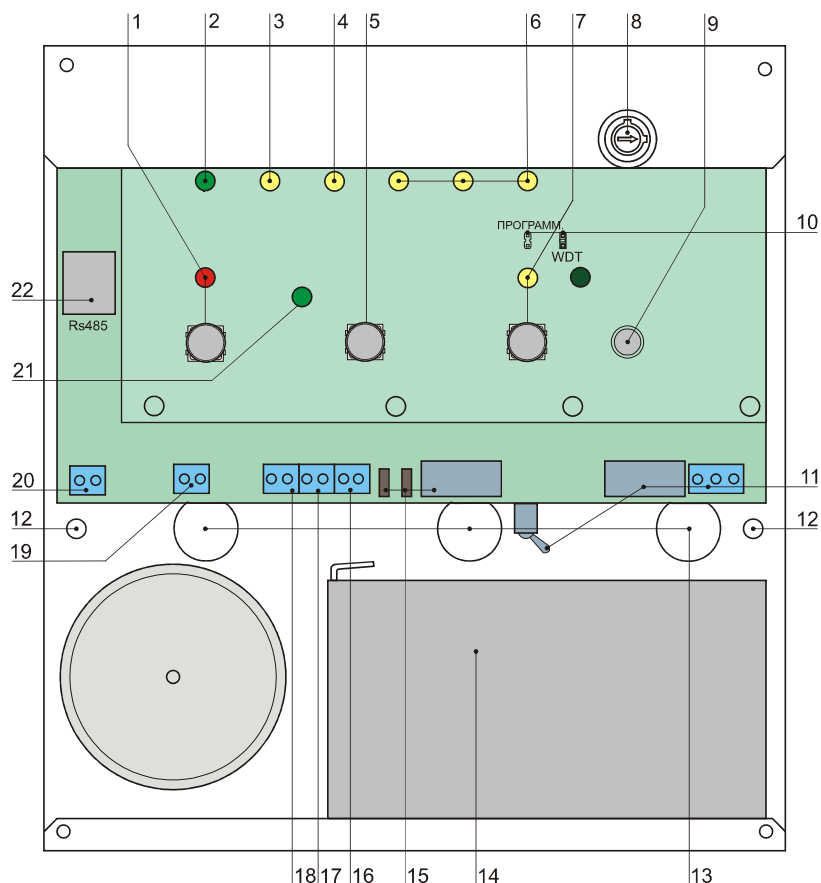
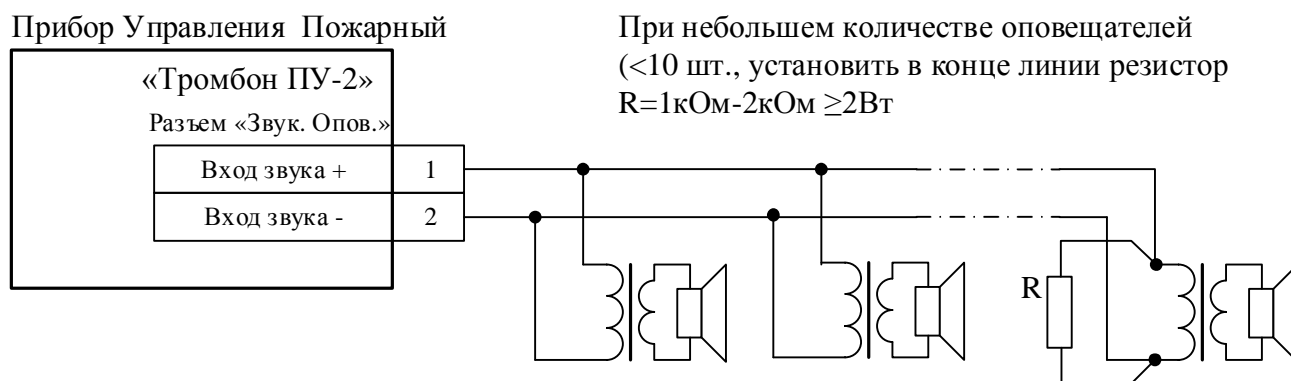

Рис. 2. Вид на прибор Тромбон ПУ-2 со снятой крышкой
Рис. 8. Схема подключения речевых оповещателей к прибору Тромбон ПУ-2.
5.3. Подключить к Прибору линию связи с ППКП (прибором приемным контрольным пожарным). Для подключения к ППКП у прибора Тромбон ПУ-2 имеется специальный вход «Пожар» (Рис. 2 поз. 18). Этот вход может быть подключен как к релейному выходу ППКП, так и к выходу типа «открытый коллектор». Вход тревоги Прибора имеет функцию контроля исправности линии связи с ППКП. Эта функция может быть программно отключена. В зависимости от необходимости контроля линии связи, возможны два варианта подключения Прибора к ППКП:
Подключение к компьютеру или сопряженной системе безопасности выполняется через порт «RS485» (рис. 2, поз. 22) кабелем «Витая пара». Назначение контактов разъема «RS485» приведено на рисунке 7. Подключение выполняется по 2-х проводной линии, используется только одна пара контактов порта «А» - «В» (или «Y» - «Z»), (обе пары контактов равноправны, внутри прибора между ними установлены перемычки). Заземление Прибора, при связи по линии RS485 обязательно! При длинной линии связи необходимо использовать третий проводник для соединения цепи «Общий».
5.5. Подключение линии связи с речевыми оповещателями (линии звукового оповещения). Линия подключается к разъему «Звук. Опов.» (рис. 2, поз. 19). Все оповещатели подключаются к одной двухпроводной линии связи параллельно, см. рисунок 8. Полярность подключения значения не имеет. Однако необходимо, чтобы все оповещатели установленные в одном помещении, имели одинаковую полярность подключения.
5.7. Подключение к выходам «Неисправность» и «Пуск» (рис. 2, поз. 16, 17). Выходы «Неисправность» и «Пуск» предназначены для передачи информации о состоянии Прибора в другие системы. Оба выхода выполнены по схеме «Открытый коллектор», поэтому при подключении к ним необходимо соблюдать полярность. Назначение контактов выходов указано на рисунке 12.
5.8. Разъем «230В» (рис. 2, поз 11) предназначен для подключения Прибора к сети питания переменного тока 230В 50Гц. Средний контакт разъема предназначен для подключения прибора к шине защитного заземления.